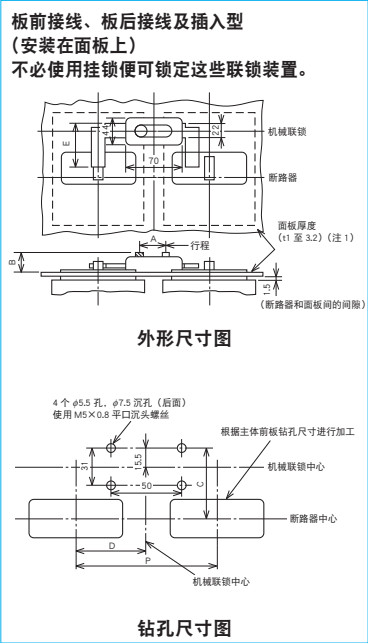

图 1
自动复位型的断路器中具有嵌入式报警开关。当断路器脱扣时，OFF 运行电路闭合。因此，当断路器脱扣时，将自动复位。然而，当断路器热脱扣时，可能不会自动复位。如果需要自动复位弹簧储能型（1），用户必须根据（3）中图 1 的外部接线图进行装置布线。
- 如果为自动复位型，采购具有报警开关（适用于小型负载）的断路器，如图 1 所示连接信号电路（在端子 S1、S2 及 S4 之间）。